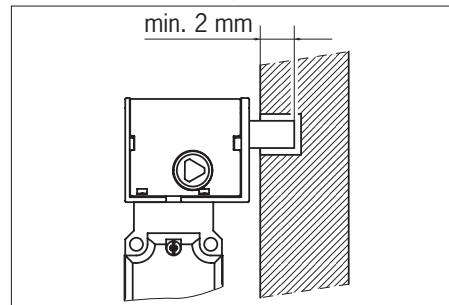

Fig. 1: Interruptor de seguridad TK bloqueado
Al activarse el bloqueo, se despliega el perno de bloqueo. El bloqueo se produce al introducirse el perno, por ejemplo, en una cavidad del marco de la puerta de protección (véase la Fig. 1).
- ▶ El perno de bloqueo debe quedar introducido como mínimo 2 mm (véase la Fig. 1).